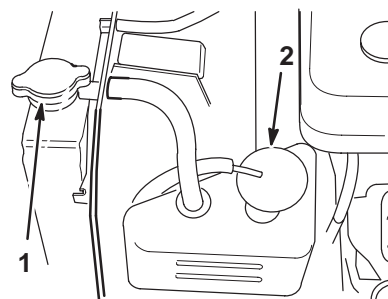

Bild 33
3. Schrauben Sie den Kühlerdeckel und den Deckel vom Ausdehnungsgefäß ab (Bild 33).